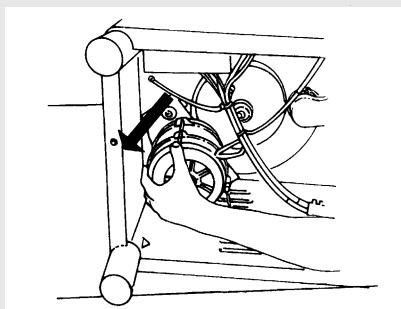

Fig.13
- Spostare il gruppo motore seguendo la freccia Fig. 13.